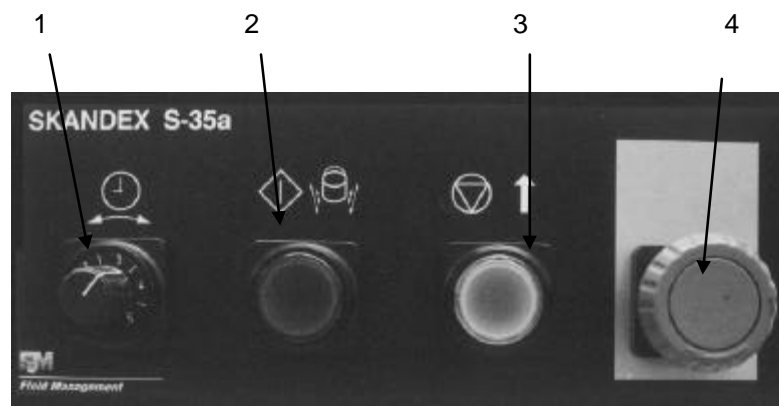

Abbildung 9
- SO-40a: Der Notschalter ist gedrückt (siehe Abbildung 9), und der EIN/AUS-Schalter an der Rückseite steht auf Aus <O>.
5.4.3 Typ: SO-40a (Abbildung 9)
- 3) Entriegeln Sie den Notschalter (Abbildung 9, Nummer 4).
- 7) Stellen Sie die Zeitschaltuhr (Abbildung 9, Nummer 1) oder einen der Startknöpfe (Abbildung 10, Nummer 1, 2, 3) auf die gewünschte Schüttelzeit ein.
- 8) Drücken Sie auf den START-Knopf (Abbildung 9, Nummer 2), die Klemmplatte wird sich automatisch senken und der Schüttelvorgang wird jetzt beginnen. Nach Beendigung des Schüttelvorgangs wird sich die Klemmplatte automatisch heben. Wenn die Maschine mit einem Zeitschaltern ausgerüstet ist, dann sind diese auch Starttasten (Abbildung 10, Nummer 1, 2, 3).
Sollte es erforderlich sein, den Schüttelvorgang zwischenzeitlich zu unterbrechen, so kann dies erfolgen, indem Sie auf die Stop/Up-Taste drücken (Abbildung 9, Nummer 3). Die Klemmplatte wird sich dann automatisch heben.
Im Falle einer Notlage kann der Rüttelvorgang durch Drücken des Notschalters (Abbildung 9, Nummer 4) beendet werden. Warten Sie nach Betätigung des Notschalters 15 Sekunden, bevor Sie ihn entriegeln. Man kann den Notschalter entriegeln, indem man ihn um eine Vierteldrehung nach links dreht.